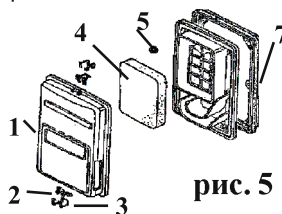

рис. 5
- снимите крышку воздушного фильтра (рис.5 поз.1);
- извлеките и осмотрите воздушный фильтр (рис.5 поз.4);